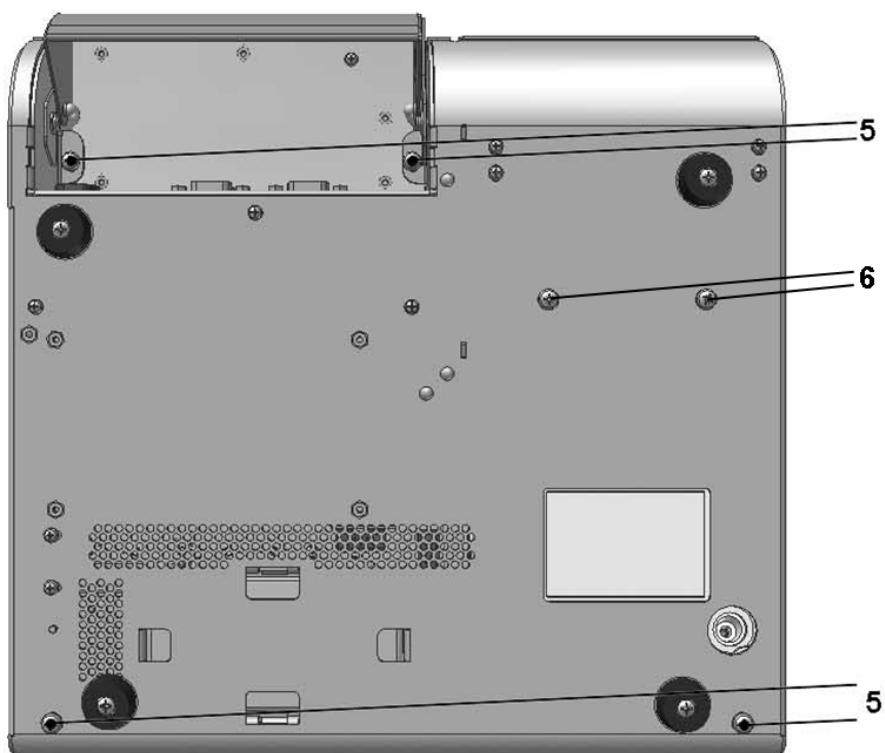

Рисунок 7 Винты крепления верхней части корпуса 5 и винты крепления ФР-а 6
1. Вывернуть винты крепления ФРа 6 (см. **Рисунок 7**).